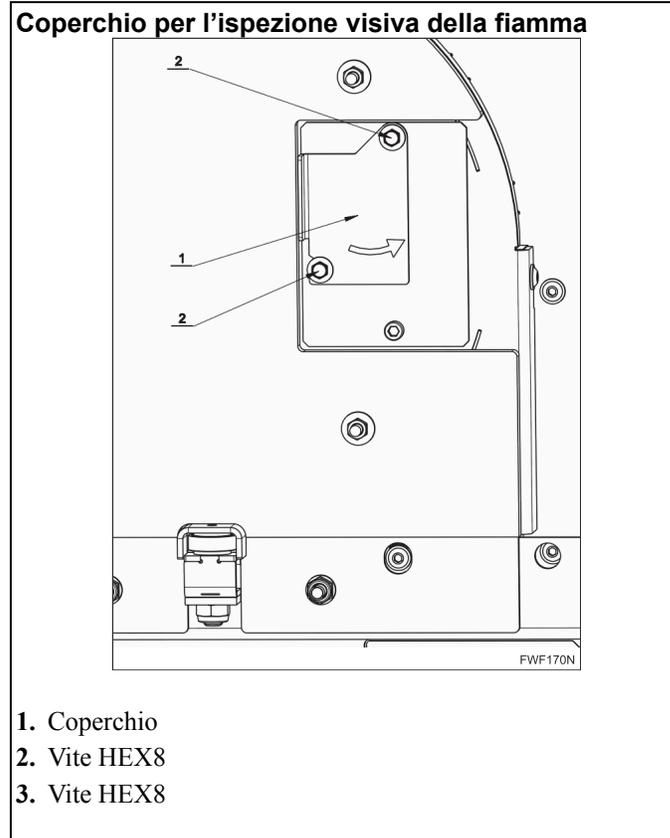
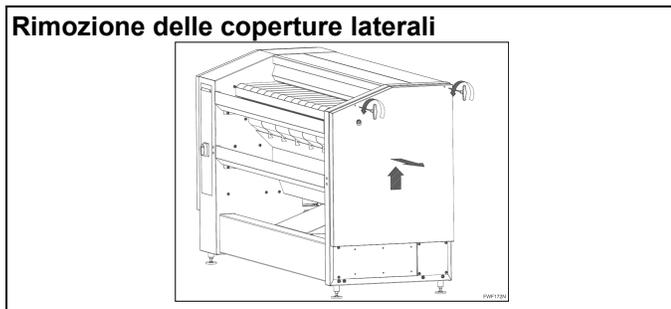

Figura 22
Figura 24
- Sul lato anteriore destro del riscaldatore - (Figura 22) - è presente un coperchio che consente l'ispezione visiva a breve termine della fiamma.
- Dopo aver rimosso la copertura destra (Figura 24) e allentato le due viti HEX8 (2), è possibile sollevare il coperchio (1) Figura 22.
- Prima di mettere in funzione la macchina, rimuovere entrambe le coperture laterali. Vedere *Figura 24*.